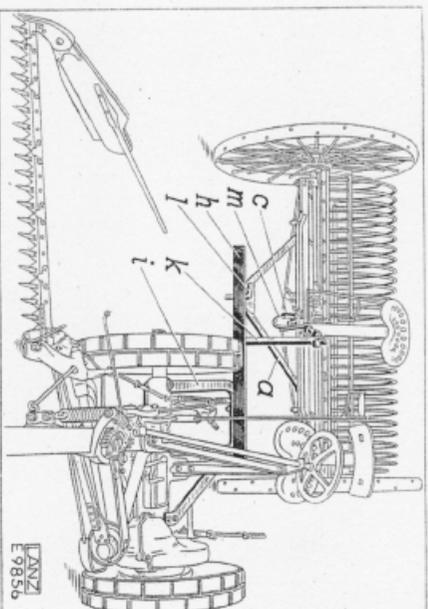
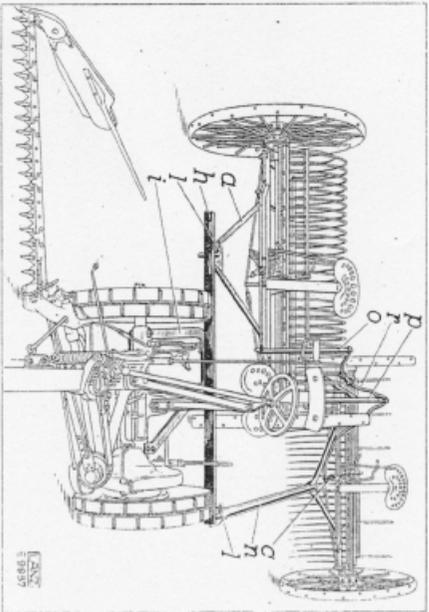

Bild 18. Rechen hinter Grasmäher.
Bild 19. 2 Rechen hinter Grasmäher.
- Vom Rechen die beiden Scherbäume und das Sielscheit abnehmen (siehe Kapitel 6, Seite 8) und dafür die Anhängegabel „a“ (Bild 18) an derselben Stelle anschrauben.
- Winkelschiene „h“ (Bild 18) an der Anhängervorrichtung „j“ des Grasmähers festschrauben und Stütze „k“ an der Winkelschiene „h“ befestigen.
- An der Anhängervorrichtung „j“ (Bild 19) des Grasmähers die Winkelschiene „h“ anschrauben.
- k) Die beiden Rechen mit den Anhängengebäl „a“ und „n“ (Bild 19) an der Winkelschiene „h“ anhängen und mit Steckstift „i“ sichern.
e) Bei 1 Rechen hinter Grasmäher erfolgt die Aushebung des Rechenkorbes vom Grasmäher aus. Durch Ziehen am Seil „m“ (Bild 18) wird die Ausüstung betätigt und der Rechenkorb automatisch entleert. Bei 2 Rechen hinter Grasmäher ist auf dem ersten Rechen ein Bedienungsman notwendig, der von dort aus die Aushebung beider Rechen vornimmt. Der erste Rechen wird durch Betätigung des Fußtrittablegers (siehe Bild 24) und der zweite Rechen durch Ziehen am Seil „m“ (Bild 19) ausgehoben.